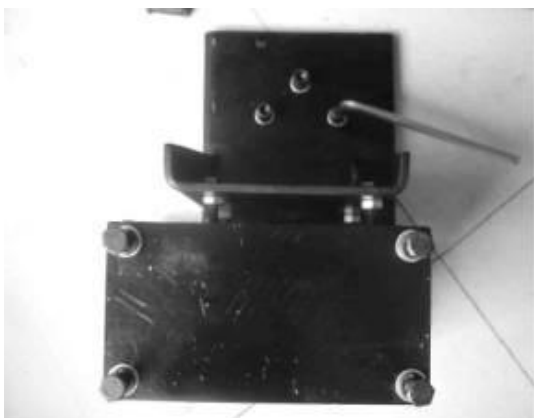

Рис. 30
6.1.2 Удалите упаковку с приспособления. Проверьте наличие деталей в соответствии с упаковочным листом. Затем достаньте основание в сборе (Рис. 30) и установите на нем винты и шайбы.